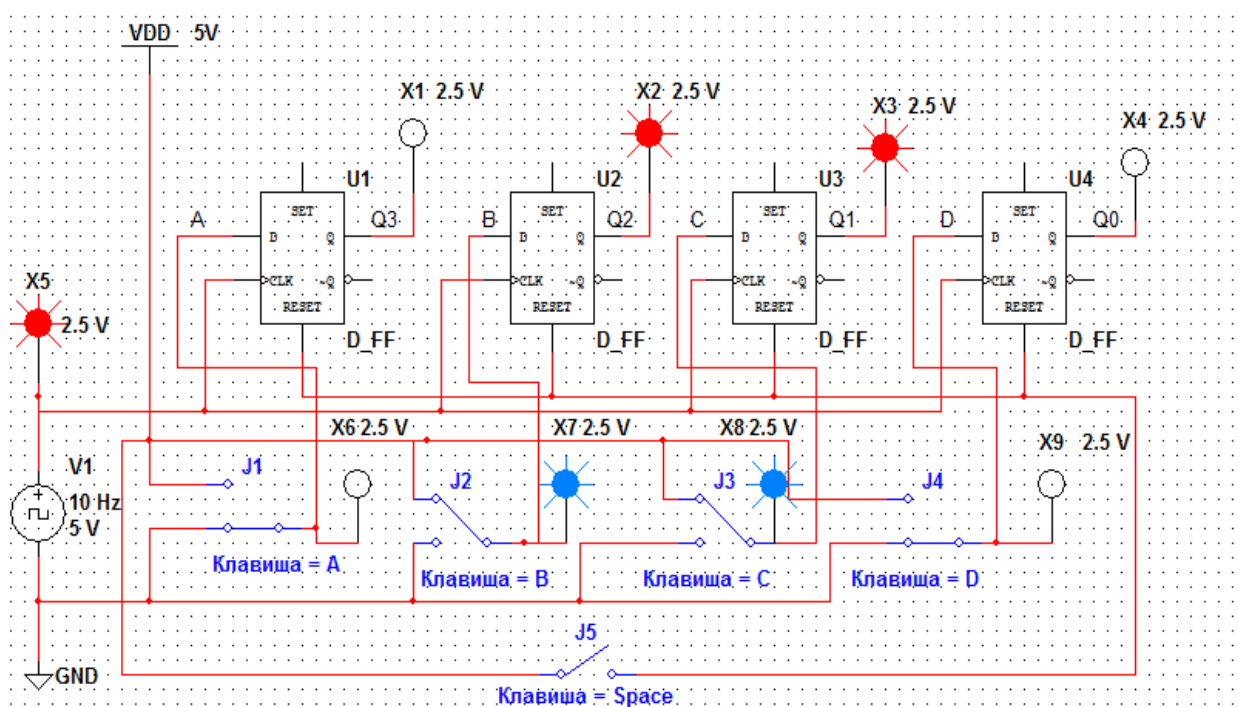

Рисунок 7 Схема для моделирования работы параллельного регистра
3.2.1 Открыть модель **x_Parall_Reg.ms10** для исследования работы параллельного регистра (рис. 7) или собрать её самостоятельно.